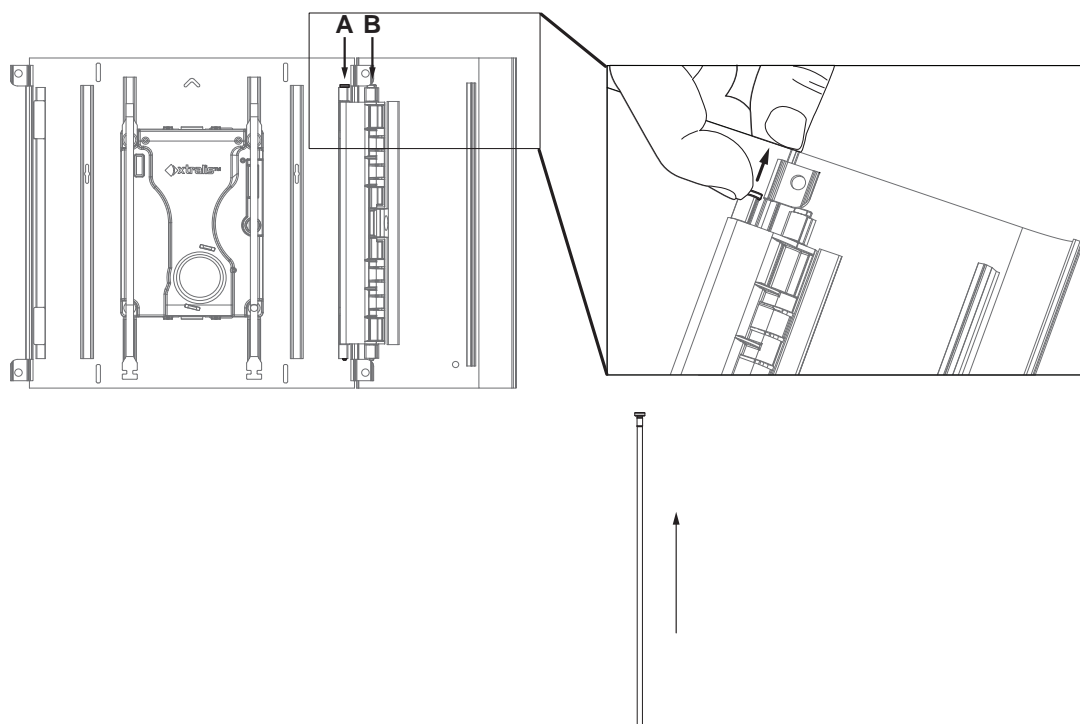
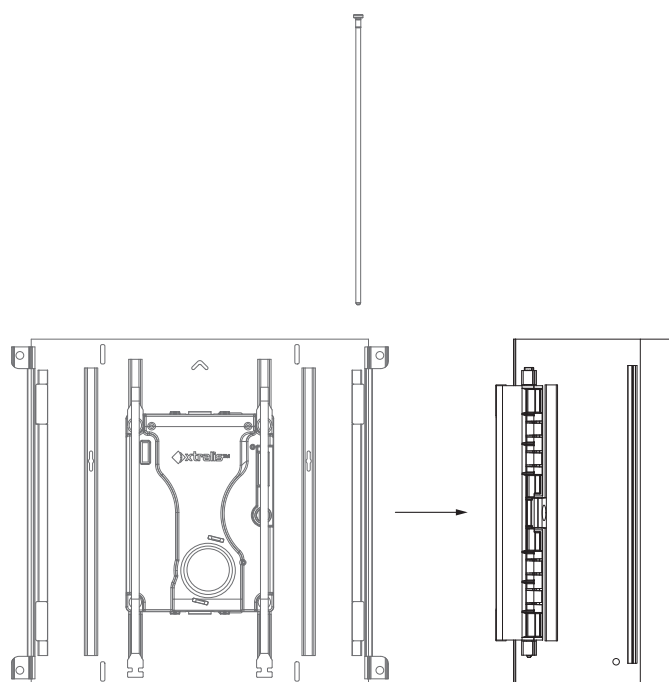

Рис. 4-9: Извлечение спицы дверной петли А
Рис. 4-10: Отсоединение дверцы
5. Отсоедините переднюю дверцу от передней панели, вытянув спицу А из петли (Рис. 4-9, Рис. 4-10). Оставьте спицу В на месте, не извлекайте ее.